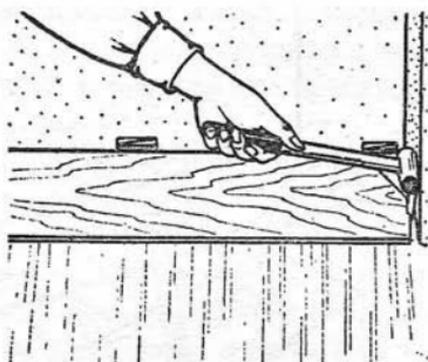

Рис. 40. Использование тяги для соединения паза и гребня
4. Используя тягу, вставленную между стеной и половицей, прочно сплачивают соединение паза и гребня (рис. 40). Затем фиксируют шпонкой.